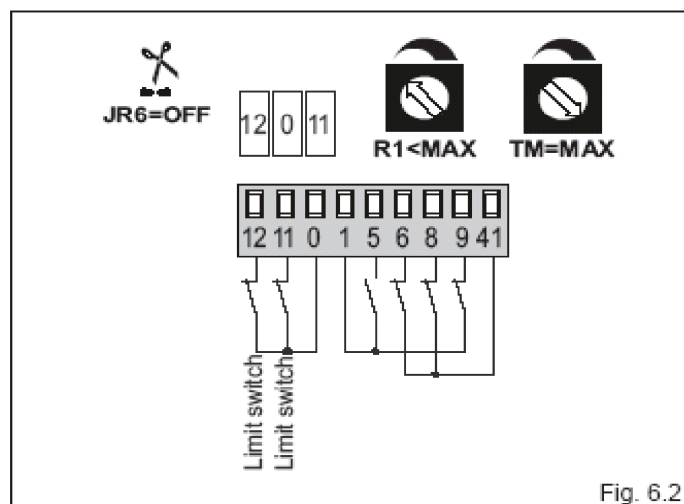

Fig. 6.2
- (rys.6.2) podłączyć styki N.C. wyłączników krańcowych na otwieranie i zamykanie do zacisków 0-11-12.